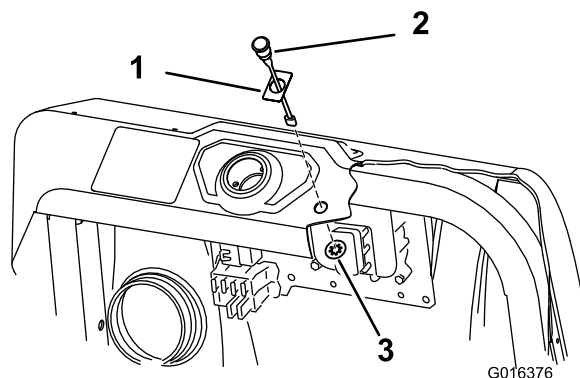

Figura 16
1. Coloque la pegatina 94-8582 sobre el agujero del testigo en el salpicadero (Figura 16).
2. Instale el testigo en el salpicadero y sujételo desde debajo del salpicadero con la tuerca rápida (Figura 16).